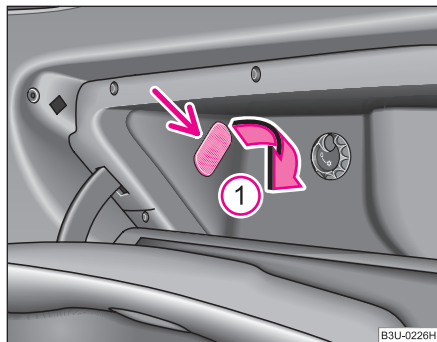

Fig. 205 Torpedoul: Iluminarea
- Introduceți o șurubelniță mică în fanta de lângă lampă ⇒ fig. 205 și scoateți lampa în direcția săgeții ①.